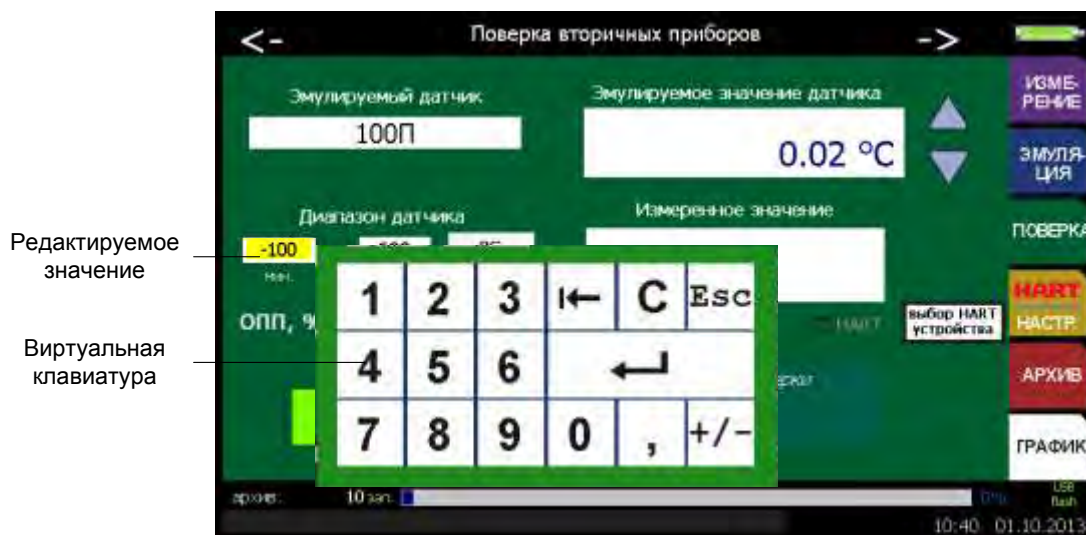

Рисунок 2.41
2.6.3.3 Параметр **«Диапазон датчика»** – информация об установленных значениях верхнего и нижнего пределов диапазона измерений прибора, с которым предполагается работа ИКСУ-2012. При необходимости возможно редактирование с помощью виртуальной клавиатуры (см. п. 2.5.4.1, рисунок 2.41).